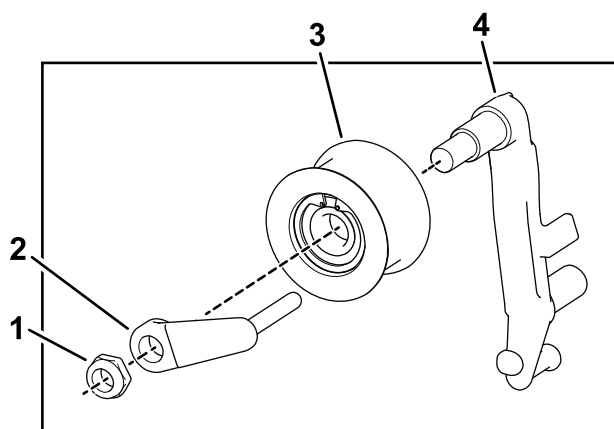

Figura 42
8. Per spingere o tirare la macchina più agevolmente senza avviare il motore, regolate il guidacinghia (Figura 42, inserto) come segue.